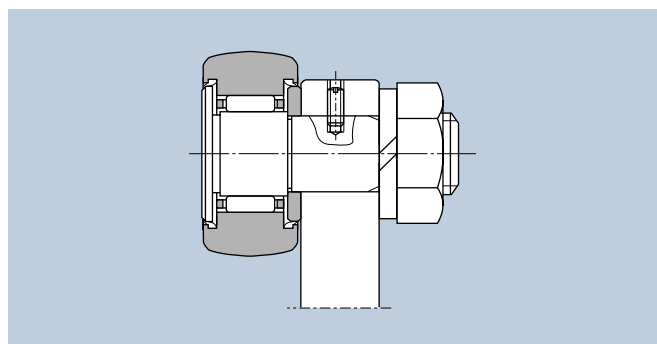

Fig.6
- (6) A hole is provided in the center of the stud as illustrated in **Fig. 6**. Use this hole for locking the follower in place or grease replenishment.
- (6) スタッド中央の軸心に直角に設けた穴は、**図6**のような回り止め、またはグリースの補給用として用いる。